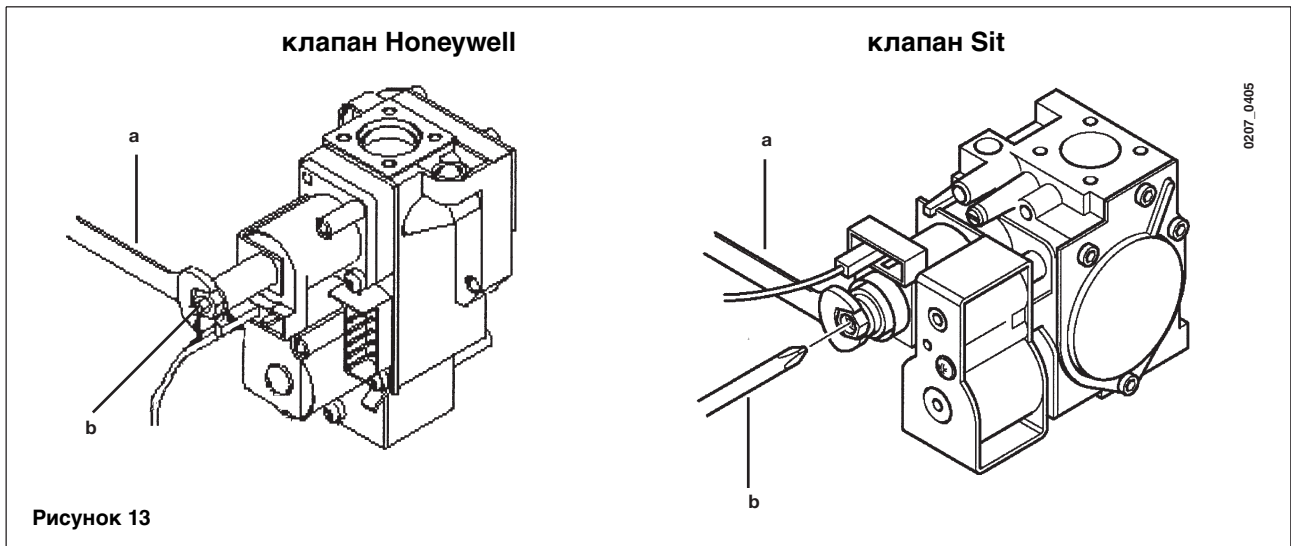

Рисунок 13
- с помощью латунного винта (А), см. рис. 13, выставьте значения давления, указанные в Таблице 1;
- отсоедините кабель питания модулятора и откручивайте винт (В) (Рис. 13) до тех пор, пока не будет достигнута величина давления, соответствующая пониженной мощности (см. таблицу 1);